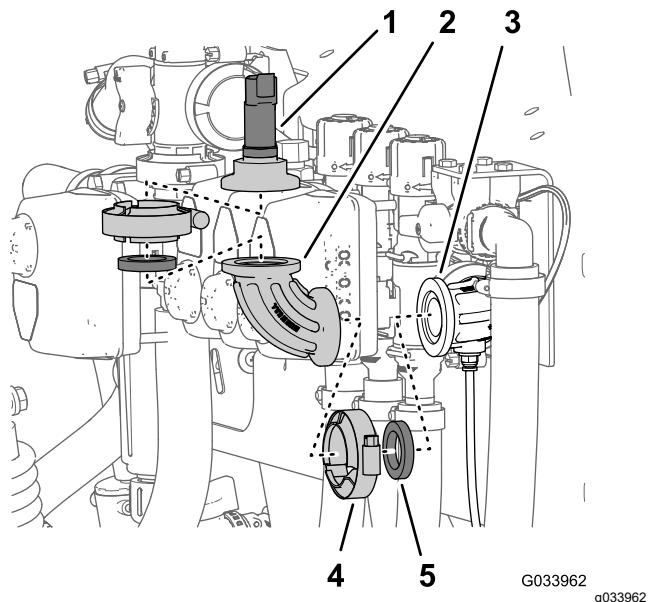

Figure 10
2. Retirez le collier à bride qui fixe le transducteur de pression au raccord à 90° et déposez le transducteur, le joint et le collier à bride (Figure 10).
3. Retirez le collier à bride qui fixe le raccord à 90° au raccord à 90° doté d'un connecteur pour le tube de détection, et déposez le raccord à 90°, le joint et le collier à bride (Figure 10).